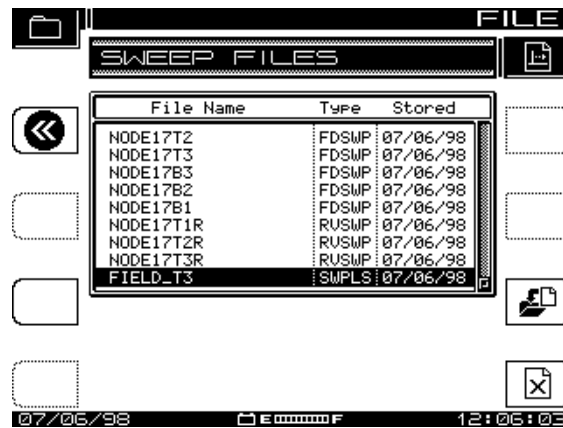

Abb. 11–1 Bildschirm FILE (Datei) (für Wobbeln)
Zum Speichern eines dieser Dateitypen direkt vom Messungsmenü SCAN, SPECTRUM, TILT, SWEEP oder PATHTRAK in den Dateimodus wechseln. Abb. 11–1 zeigt den Bildschirm FILE (Datei) nach dem Wechsel von einem dieser Modi.
1. Die **Funktionstaste** und die Taste **2 def** drücken, während die Messung läuft. Auf dem Bildschirm erscheint das Menü FILE (Datei) für diese Testart (siehe Abb. 11–1). Das Gerät zeigt eine Liste aller Dateien an, die vom gleichen Typ wie die laufende Messung sind.
3. Die **Eingabetaste** drücken. Einen Namen mit dem Tastenfeld eingeben und dann die **Eingabetaste** erneut drücken. Der Bildschirm MEASUREMENT FILES (Messungsdateien) wird angezeigt (siehe Abb. 11–2).